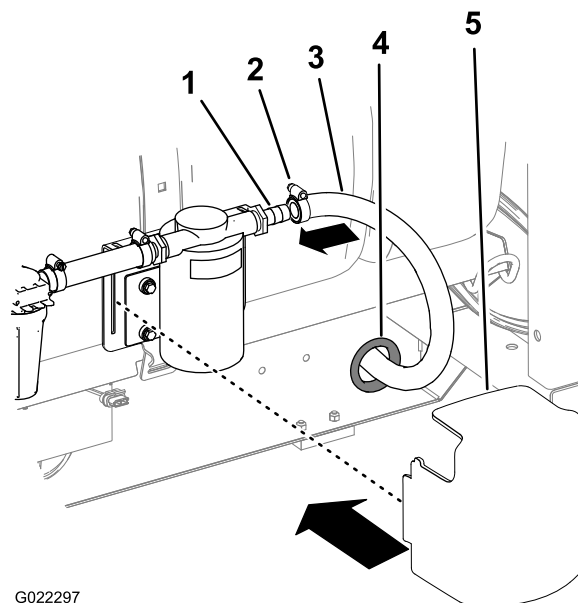

図 12
1. ホースグロメットを、すすぎタンクの近くの、車体の右側の穴に取り付ける（図 12）。
3. 先ほどフレーム側部に取り付けたガasketにホースを通す（図 12）。
4. 101.5 cm ホースの一方の端部を、すすぎポンプのストレート・バンプ・フィッティングに接続して、ホースクランプで固定する（図 12）。
5. ヘアピン2本を使用して、すすぎポンプの上からポンプカバーを固定する(図 12)。